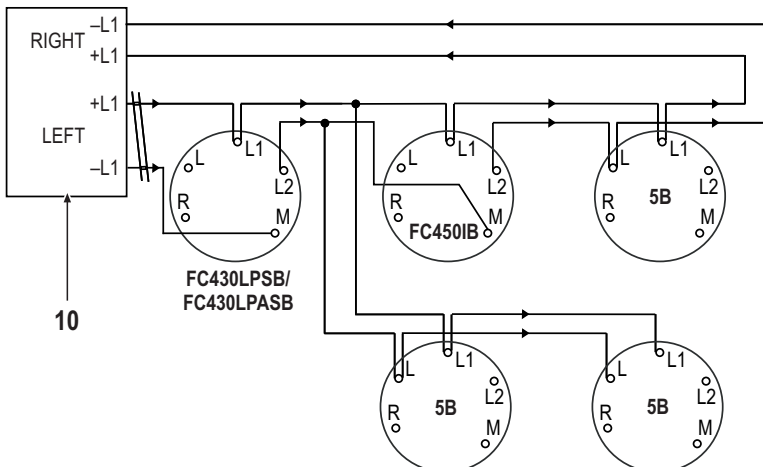

Fig. 5 Diagrama de conexiones simplificado.
- 4) Conecte la base FC430LP como se muestra en la Fig. 5, asegurando una correcta polaridad.
O cabeamento deve ser conectado conforme mostrado na Fig. 5, com a polaridade correta.
- 4) Realize o cabeamento da base FC430LP conforme mostrado na Fig. 5, com a polaridade correta.